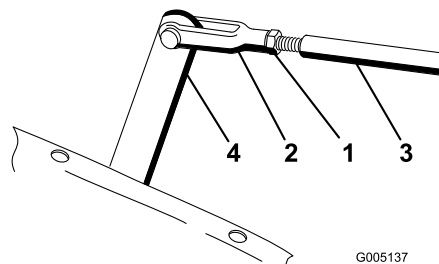

Figura 44
3. Mova a alavanca de ajuste à mão para nivelar os pedais de corte e elevação e ajuste a forquilha da barra de controlo até que o orifício da forquilha esteja alinhado com o orifício da alavanca de ajuste (Figura 44).